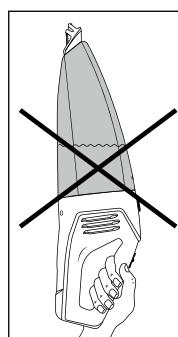

Fig. 4
- Si transporta el aparato en posición horizontal o con la boquilla de aspiración de líquidos ① orientada hacia arriba, es posible que el líquido se derrame (consulte la fig. 4 y 5):